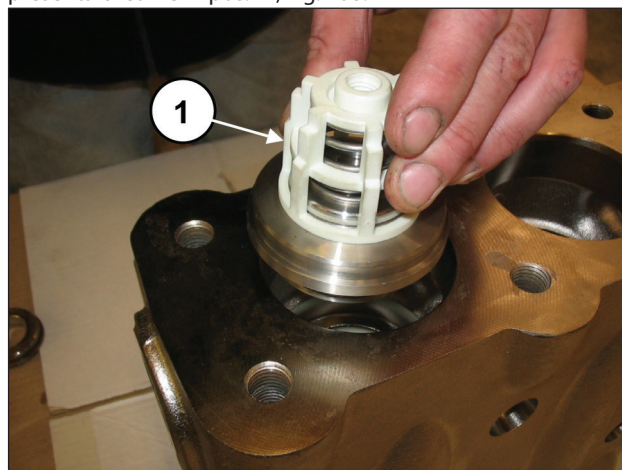
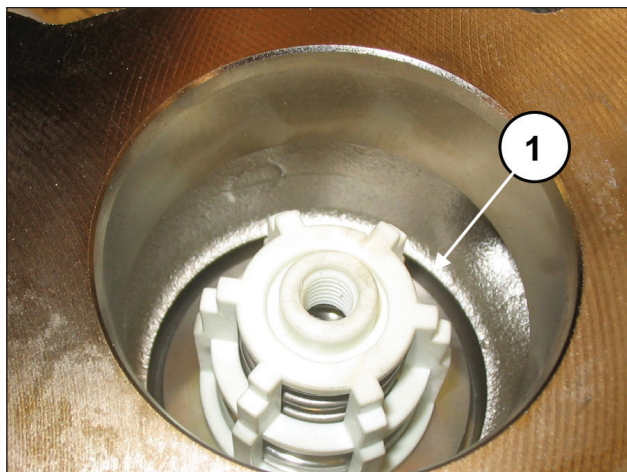

Fig. 107
Fig. 108
Inserire il gruppo valvola di mandata (pos. ①, Fig. 107). Il gruppo valvola deve essere inserito completamente a fondo e presentarsi come in pos. ①, Fig. 108.